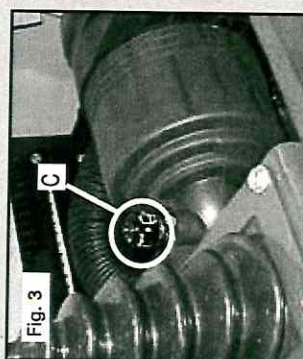

Fig. 3
- Cuando la ventana aparece ROJA sustituya o cambie el filtro de aire (Fig. 3 (C)).
- Retire el elemento primario (F) y el elemento secundario.
- Limpie el interior del cuerpo y reajuste el indicador (Fig. 3 (C)).